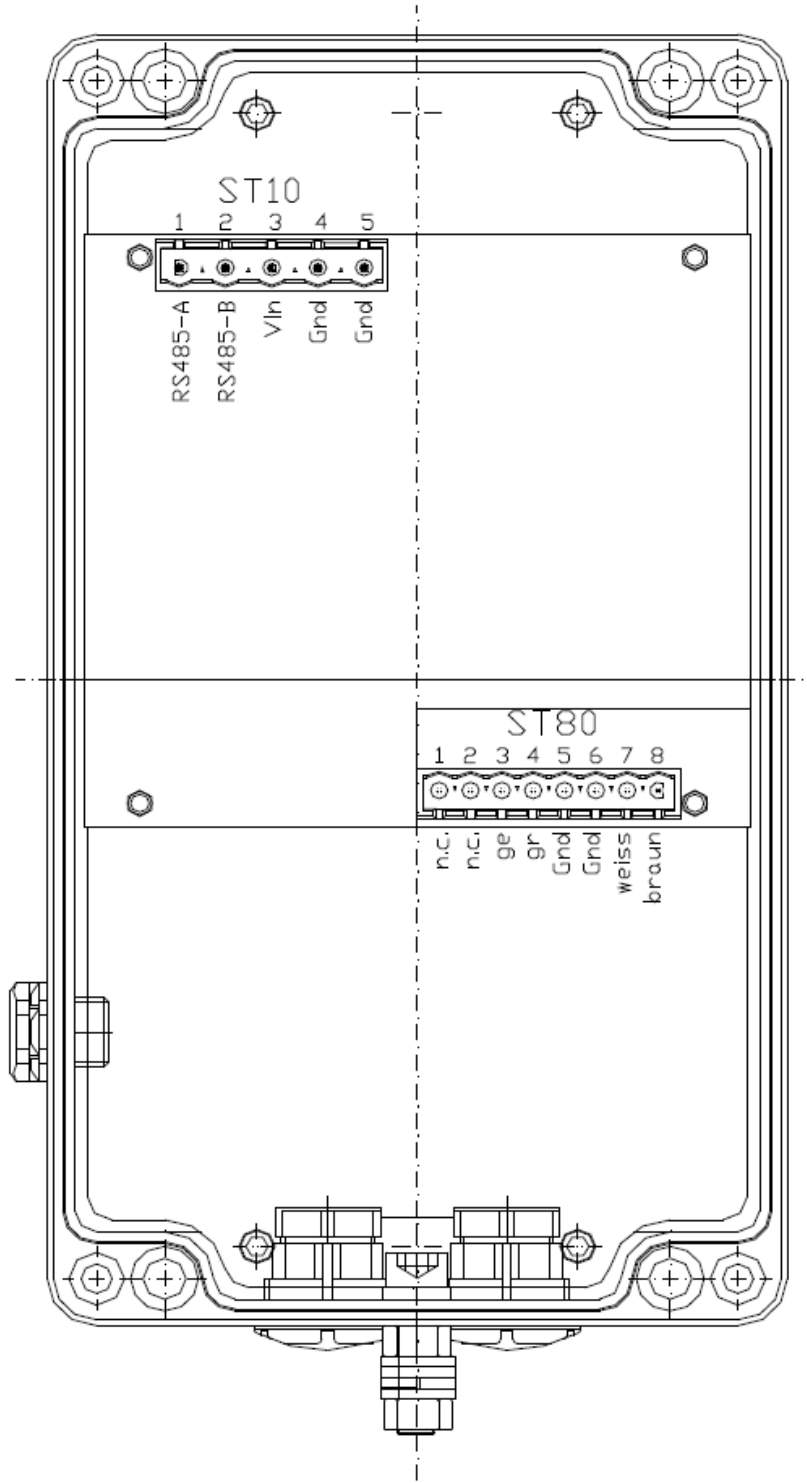

Abbildung 6: Platinenlayout des Q-Modul-Ex
- Der Messsensor darf nur an dem **grünen Klemmenblock ST80** (siehe Abbildung 6) angeschlossen werden.
- Die Farbbelegung des Klemmenblocks lt. Tabelle 1 bzw. Abbildung 6 ist unbedingt einzuhalten.
- Die Spannungsversorgung und der Schnittstellenanschluss dürfen nur an dem **grauen Klemmenblock ST10** (siehe Abbildung 6) erfolgen.
- Die Farbbelegung des Klemmenblocks lt. Tabelle 2 bzw. Abbildung 6 ist unbedingt einzuhalten.